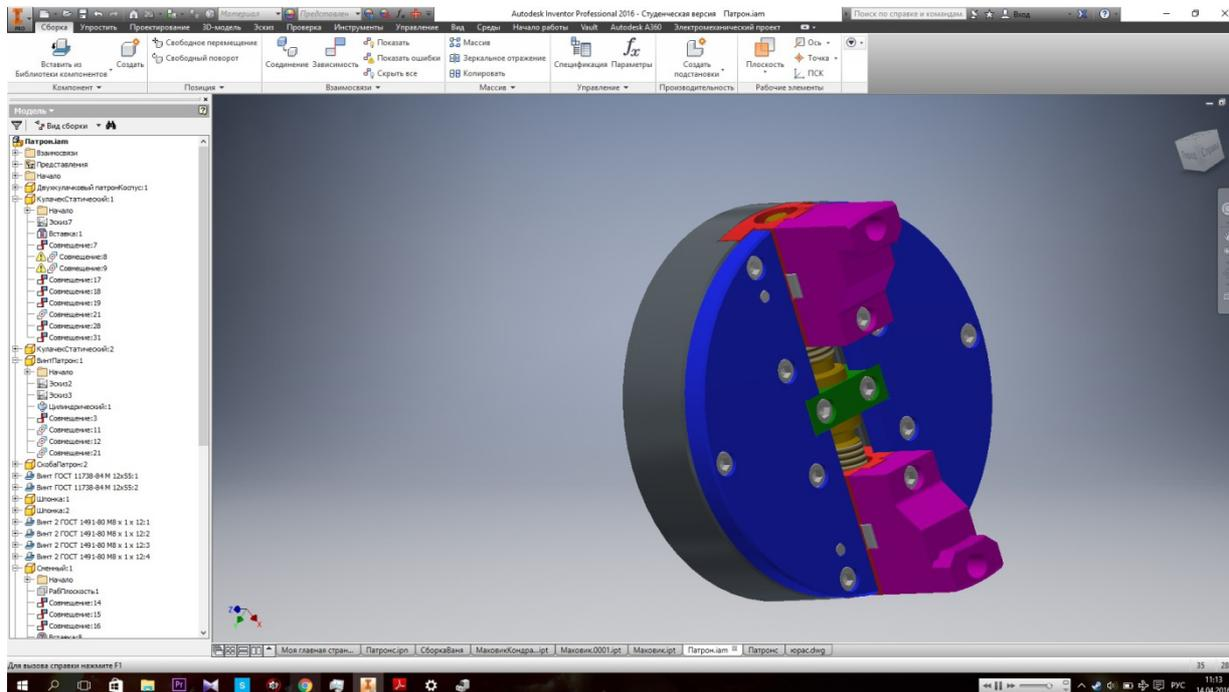

Рис. 18. Сборка в формате СБОРКА.IAM
1. Для создания схемы нужно иметь сборку в формате СБОРКА.IAM. (рис. 18.)